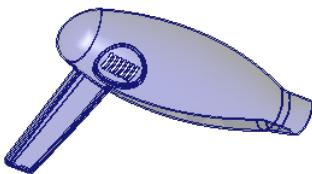

图 8.10 加亮的曲面
- ② 依次选取所有的边界面（全部加亮）后，松开 Shift 键，完成“边界面”的选取。操作完成后，整个模型内表面均被加亮，如图 8.10 所示。